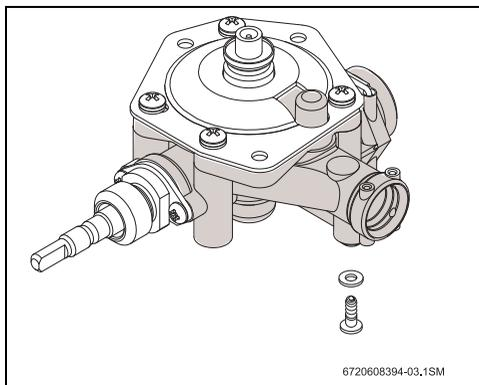

Fig. 8 Tornillo de purga
- ▶ Retirar el tornillo de purga (Fig. 8).
- ▶ El aparato no deberá instalarse en lugares cuya temperatura ambiente pueda ser inferior a 0 °C. En caso de que exista riesgo de congelación, desconecte y purgue el aparato (→ Fig. 8).